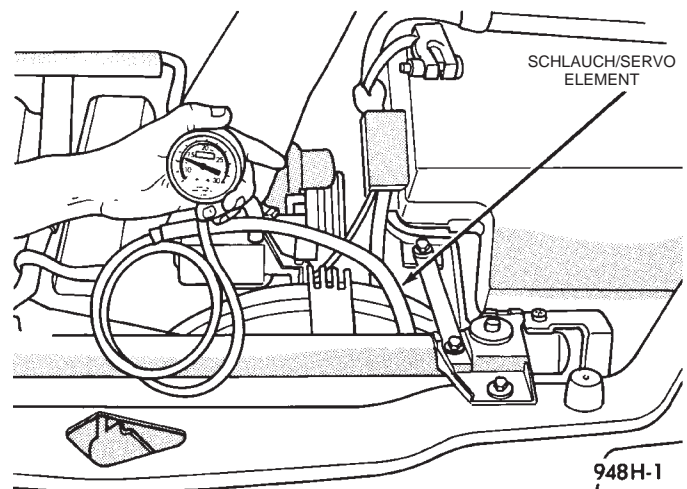

Abb. 6 Unterdruckversorgung überprüfen — Typisch
- (1) Unterdruckschlauch vom Servoelement abziehen und Unterdruckmeßgerät am abgezogenen Schlauchende anbringen (Abb. 6).